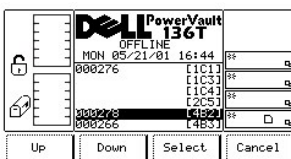

Abbildung 19. Dialogfeld "Status" > "Library" > "Media Selection"
- 1 Wenn die Taste unter dem Softkey **Select** gedrückt wird, wird das ausgewählte Feld zum aktiven Feld. (siehe Abbildung 19).